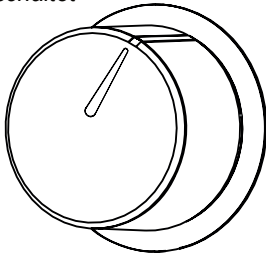

Abb. 15: „Pop out“-Funktion an
- Drehen Sie den Schalter nach Beendigung des Garvorgangs in die Aus-Stellung (nach oben) und drücken Sie ihn ein (Abb. 15).